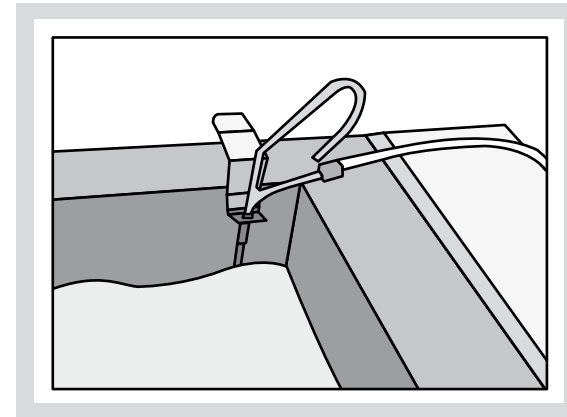

Figura 2 COLOCACIÓN DE LA PISTOLA DEL FREIDOR.
4. Colocar el accesorio porta manguera en el costado del freidor utilizado, situar la manguera de reciclado en el accesorio de tal manera que quede fija (Figura 2).